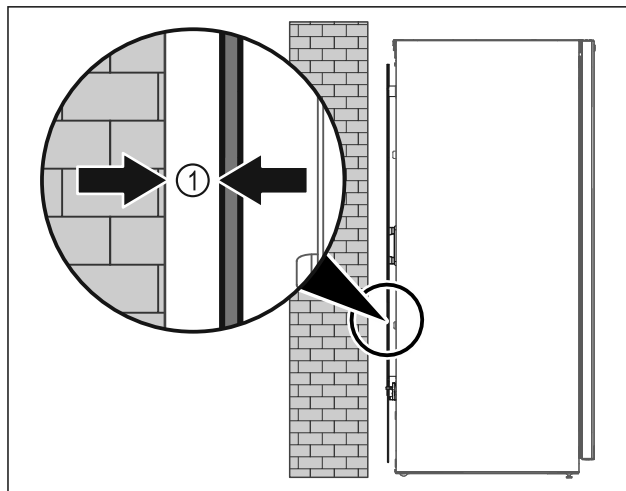

Fig. 7
- Ställ upp apparaten fritt i rummet eller direkt mot en vägg med ett minimiavstånd på 5 mm Fig. 7 (1) från väggen.